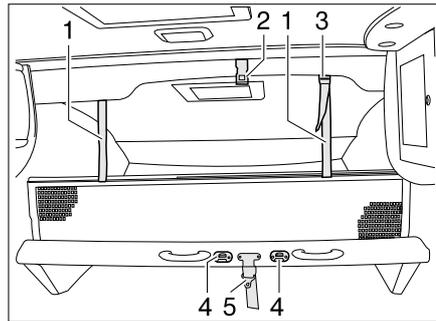

Bild 152 Hubbett manuell
- Das Hubbett mit dem Sicherungsgurt (Bild 152,5) am Dach (Bild 152,2) sichern.
- Die Aufstiegsleiter mit den beiden Bügeln in die Krampen (Bild 152,4) am Hubbett einhängen.
- Die Haltebänder (Bild 152,1) in die Halterungen an der Decke (Bild 152,2) einrasten.